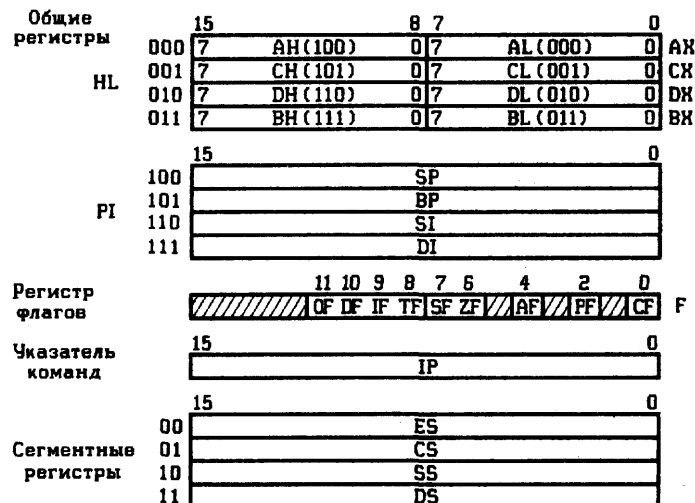

Рис. 3.16. Программно-доступные регистры МП ВМ86
Микропроцессор i8086 относится к классу однокристалльных с фиксированной системой команд. При рассмотрении системы команд удобно обращаться к программной модели МП, содержащей его функциональные узлы (регистры), доступные программисту (рис. 3.16). Общие регистры разбиты на две группы: 1) группа HL, состоящая из регистров AX, BX, CX, DX, которые предназначены прежде всего для хранения данных и допускают раздельную адресацию их старших (H) и младших (L) половин; 2) группа PI, содержащая указательные регистры BP, SP и индексные регистры SI, DI, в которых обычно хранится адресная информация. Для общих и сегментных регистров указаны коды, используемые в форматах команд для их адресации. Регистр флагов F и указатель команд IP адресуются в командах неявно.